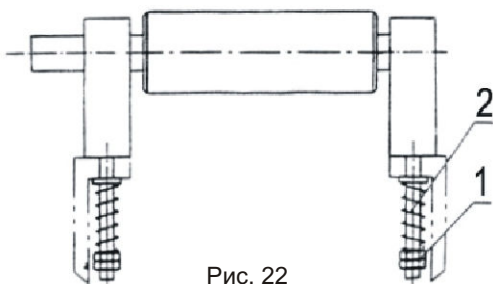

Рис. 22
7.4 В случае затрудненной подачи заготовки или ухудшения качества обработки при операции рейсмусования необходимо при помощи гаек 1 (см. рис. 22) отрегулировать усилие четырех пружин 2, расположенных на стойках стола для рейсмусования.